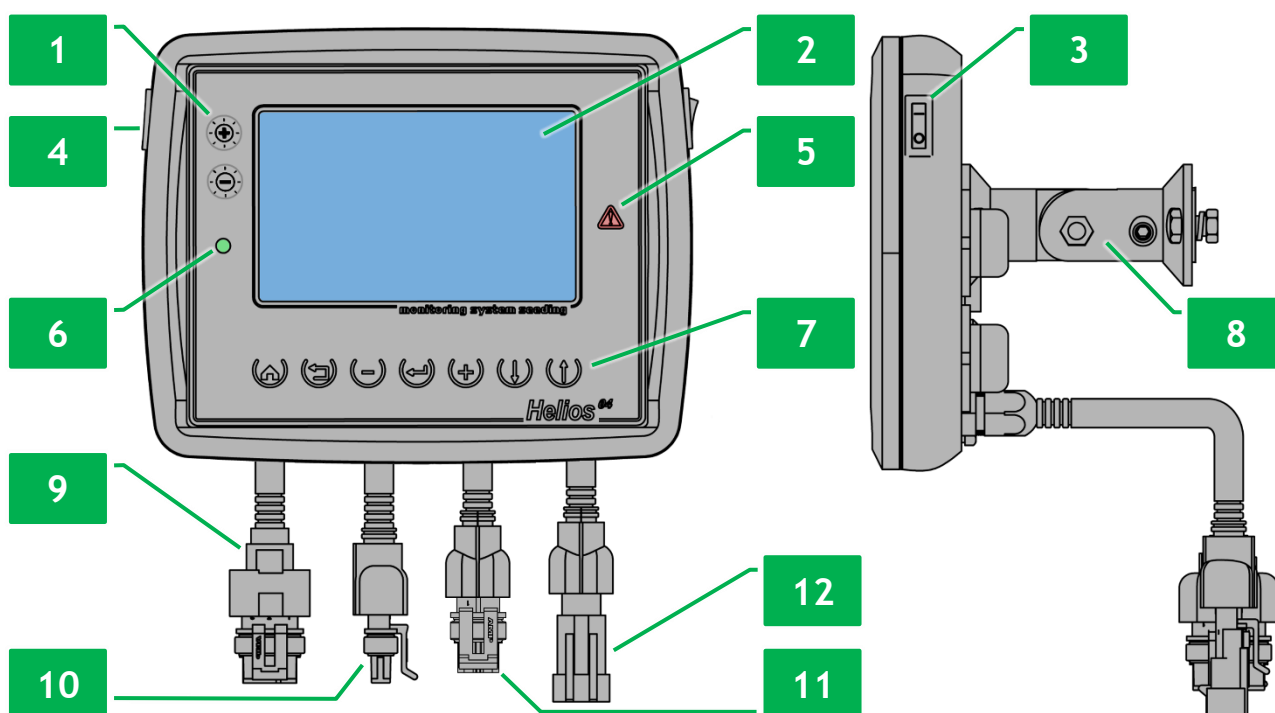

Рисунок 4 Панель оператора
Внешний вид и органы управления панели оператора изображены на «Рисунок 4». Панель оператора состоит из следующих элементов:
- выключатель питания (см. Рисунок 4, п.3);
- индикатор питания (см. Рисунок 4, п.6);
- кронштейн крепления панели оператора (см. Рисунок 4, п.8);
- кнопки управления панелью оператора (см. Рисунок 4, п.1 и п.7). Их графическое обозначение, название и краткое описание содержатся в «Таблица 1».
- экран панели оператора (см. Рисунок 4, п.2).
- разъем для установки карт памяти формата microSD (см. Рисунок 4, п.4).
- кабельный ввод жгута датчика скорости движения (см. Рисунок 4, п.9).
- кабельный ввод жгута связи RS-485 (см. Рисунок 4, п.10).
- кабельный ввод жгута связи CAN (см. Рисунок 4, п.11).
- кабельный ввод жгута питания (см. Рисунок 4, п.12).
- индикатор аварии (см. Рисунок 4, п.5).